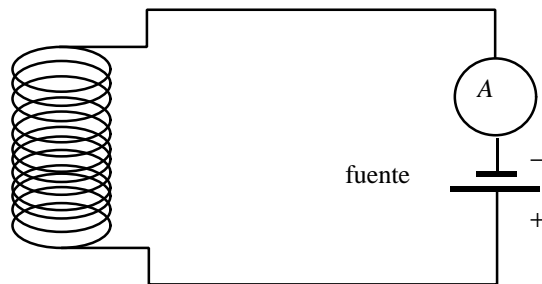

Figura 4: conexión del solenoide.
- ⑦ La bobina (solenoides) que produce el campo magnético se alimenta con una fuente de CC de baja tensión y la corriente se mide con un amperímetro (en la escala de 10A).
- ⑧ Arme el circuito del tubo. No conecte a la tensión sin el visto bueno de un ayudante.
- ⑨ Arme el circuito del solenoide de acuerdo al esquema de la figura 4. El solenoide tiene cuatro capas de bobinado de alambre. Con esta información, y midiendo la longitud del solenoide, puede determinar el número N de vueltas por unidad de longitud.